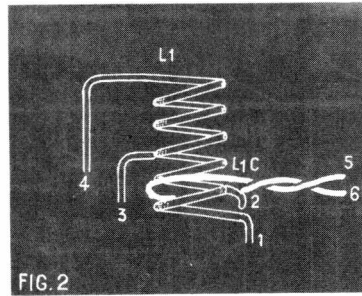

FIG. 2
Bobinage L1. — (Voir figure 2). Sur un mandrin quelconque de 10 mm de diamètre on bobine 5 spires 1/2 de fil nu étamé de 10/10. Ce bobinage se fait à spires jointives et une fois terminé on l'étire de manière à espacer les tours pour que la longueur totale du bobinage soit de 11 mm. On retire le mandrin et on soude les prises. Celle pour le quartz (2) se fait à deux tours du côté collecteur (1) et celle d'alimentation (3) à 2,5 spires.